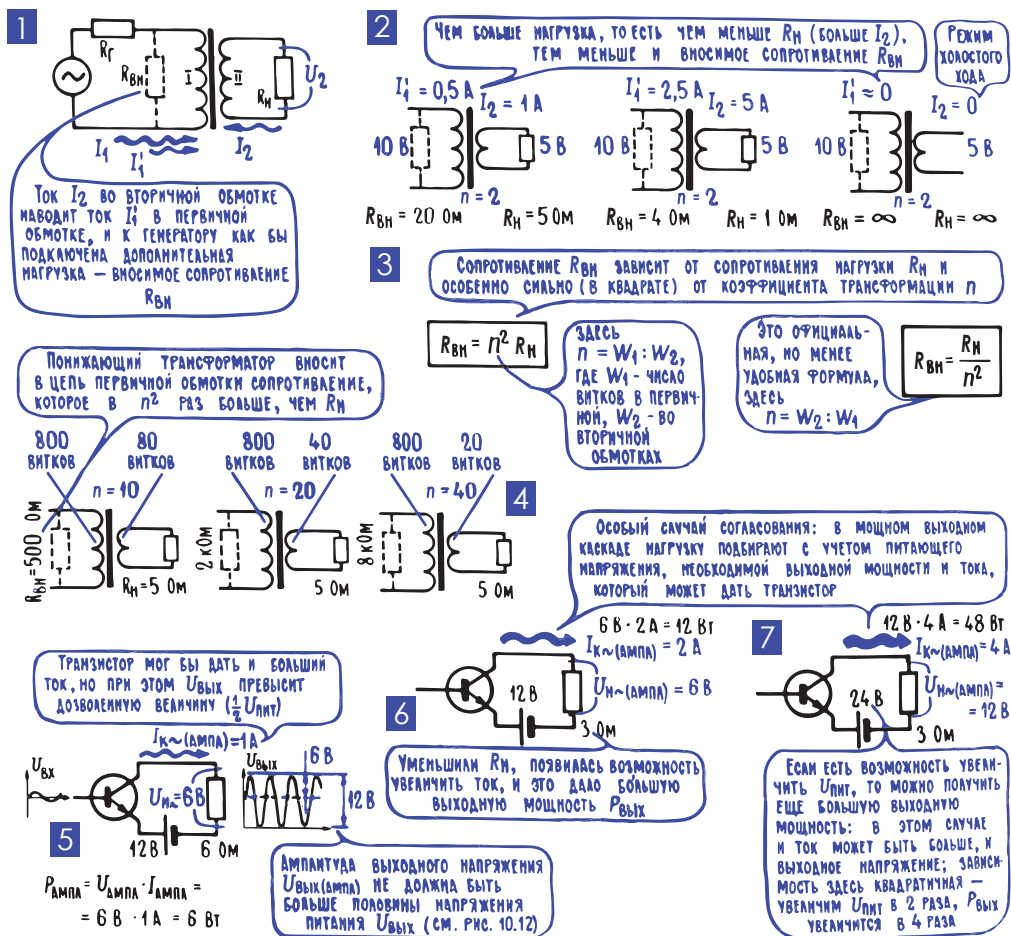

Рис. 12.3. Согласование с помощью трансформаторов
**7. При трансформаторном включении нагрузки в цепи генератора действует вносимое сопротивление, которое может быть больше или меньше, чем сопротивление самой нагрузки.** Вспомните, как работает трансформатор (гл. 6; 25): переменное напряжение  $U_1$ , подведенное к первичной обмотке I, создает в ней переменный ток  $I_1$ ; он наводит переменное напряжение  $U_2$  и создает ток  $I_2$  во вторичной обмотке II (рис. 12.3). Но на этом дело еще не кончается: ток  $I_1$  сам создает переменное магнитное поле и наводит ток  $I'_1$  в первичной обмотке. Если, вернувшись к старому нашему методу мысленных экспериментов, снять с трансформатора вторичную обмотку, а первичную подключить к генератору, то ток в этой одинокой первичной обмотке будет сравнительно небольшим, он определится лишь в основном индуктивным сопротивлением  $x_L$ . А если вернуть на место вторичную обмотку и подключить к ней нагрузку, ток в первичной обмотке резко увеличится. Это как раз и начнет работать ток  $I_1$  – он начнет наводить ток  $I'_1$  в первичной обмотке. Тот факт, что к первичной обмотке трансформатора подведено напряжение  $U_1$  и в ней течет ток  $I'_1$ , означает, что в этой обмотке имеется какое-то сопротивление, устанавливающее связь между током и напряжением ( $R = U / I$ ; гл. 4; 3). А поскольку сам ток  $I'_1$  как бы вносится в первичную обмотку из вторичной обмотки, то и сопротивление  $R = U \cdot I'_1$  называют вносимым сопротивлением  $R_{\text{вн}}$ .
Итак, мы уменьшаем  $R_H$ , увеличиваем тем самым ток  $I_2$  во вторичной обмотке. И тут же увеличится наведенный в первичную обмотку ток  $I_1$ . А это значит, что сопротивление  $R_{ВН}$  зависит от сопротивления нагрузки  $R_H$  (рис. 12.3; 2, 3) — чем меньше  $R_H$ , тем меньше и вносимое сопротивление  $R_{ВН}$ . В предельном случае, когда  $R_H$  бесконечно велико (цепь вторичной обмотки не замкнута, холостой ход),  $R_{ВН}$  тоже бесконечно велико, то есть, проще говоря, его нет.
ков в первичной и вторичной обмотках (рис. 12.3; 4, 5, 6). Причем зависит очень сильно – коэффициент трансформации дважды влияет на величину  $R_{\text{вн}}$ . Первый раз, когда из первичной обмотки во вторичную наводится ток  $I_1$ , и второй раз, когда обратно из вторичной обмотки в первичную наводится ток  $I_1$ . Поэтому  $R_{\text{вн}}$  зависит от квадрата коэффициента трансформации  $n$ : увеличьте его в два раза, и вносимое сопротивление возрастет в четыре, увеличьте  $n$  в 5 раз, и  $R_{\text{вн}}$  возрастет в 25 раз (рис. 12.3; 4).